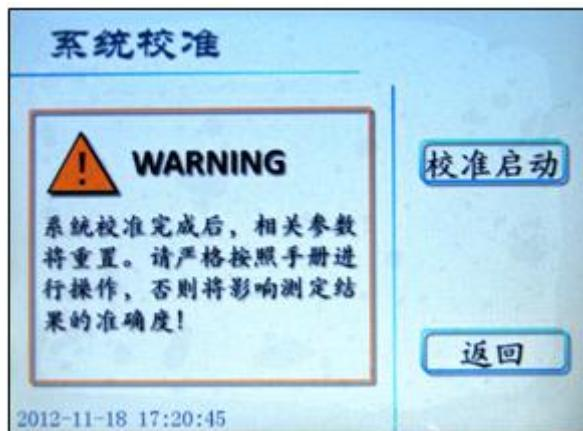

图 10 系统校准页面
6. 在图 9 页面下，按 **系统校准** 键进入系统校准页面(图 10)。